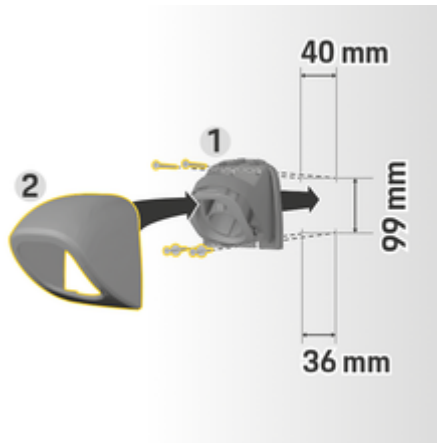

Fig. 8: Dimensões de perfuração
1. Remova o prendedor do conector 1 (Fig. 8) da tampa 2 (Fig. 8).
4. Parafuse o prendedor do conector 1 (Fig. 8) na parede.
5. Fixe a tampa 2 (Fig. 8) no prendedor do conector 1 (Fig. 8) pela parte de baixo e empurre para cima.